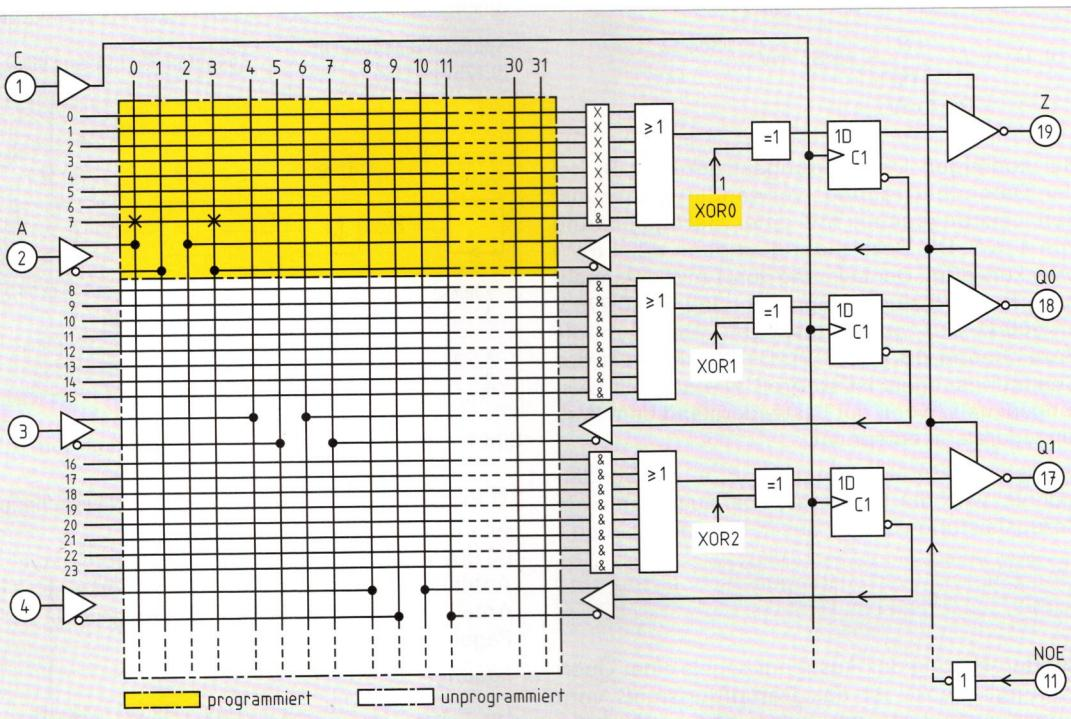

Bild 1: Teildarstellung der Architektur des PAL 16RP8 mit einem Programmierbeispiel
2. Mit welchem logischen Wert invertieren die Architekturbits an XOR(n) im Bild 1 den jeweiligen Ausgang?
3. a) Zeichnen Sie ein Zeitablaufdiagramm für die Signale an C, A und Z aus Bild 1, wenn der Tastgrad des Taktes 0,5 beträgt. b) Welche Schaltung liegt vor?
4. Entwickeln und skizzieren Sie die Schaltung eines synchronen Zählers von 0 bis 2 (modulo 3) mit den Ausgängen Q1 und Q0 von Bild 1 unter Verwendung des PAL. Tragen Sie die Signalwerte der notwendigen Architekturbits XOR in die Skizze mit ein. Hinweis: Es ist zu berücksichtigen, dass der PAL nach dem Einschalten der Betriebsspannung alle Ausgänge auf den Signalwert 1 legt (Power-Up-Reset).